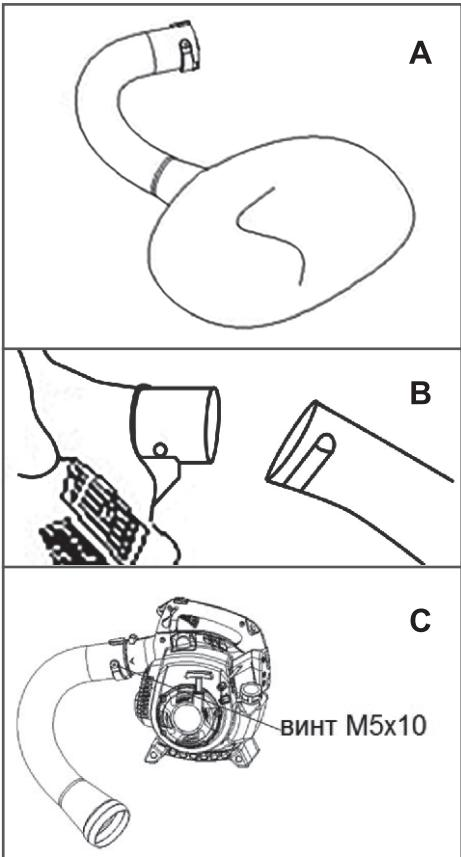

Рис. 8 Установка разгрузочной трубы и мешка для мусора
- Установить мешок для мусора на разгрузочную трубу (Рис. 8А).
- Установить разгрузочную трубу на устройство (Рис. 8В) и закрепить ее винтом M5x10 (Рис. 8С).